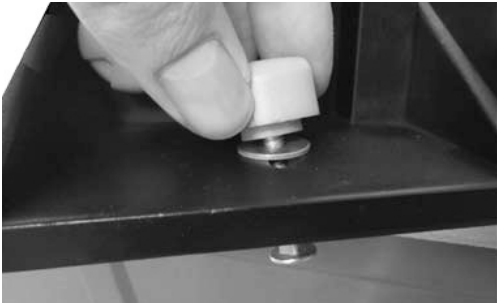

Fig. 8: De freesaanslag monteren
1. Steek 2 kunststof schroeven met ringen in de groef van de freesaanslag (afbeelding 8).